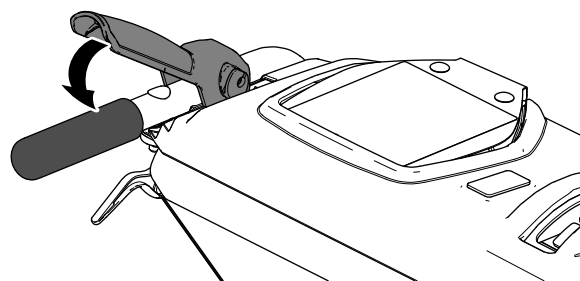

Figura 14
- Aperte lentamente a alavanca de transmissão da tração para a pega esquerda (Figura 14).